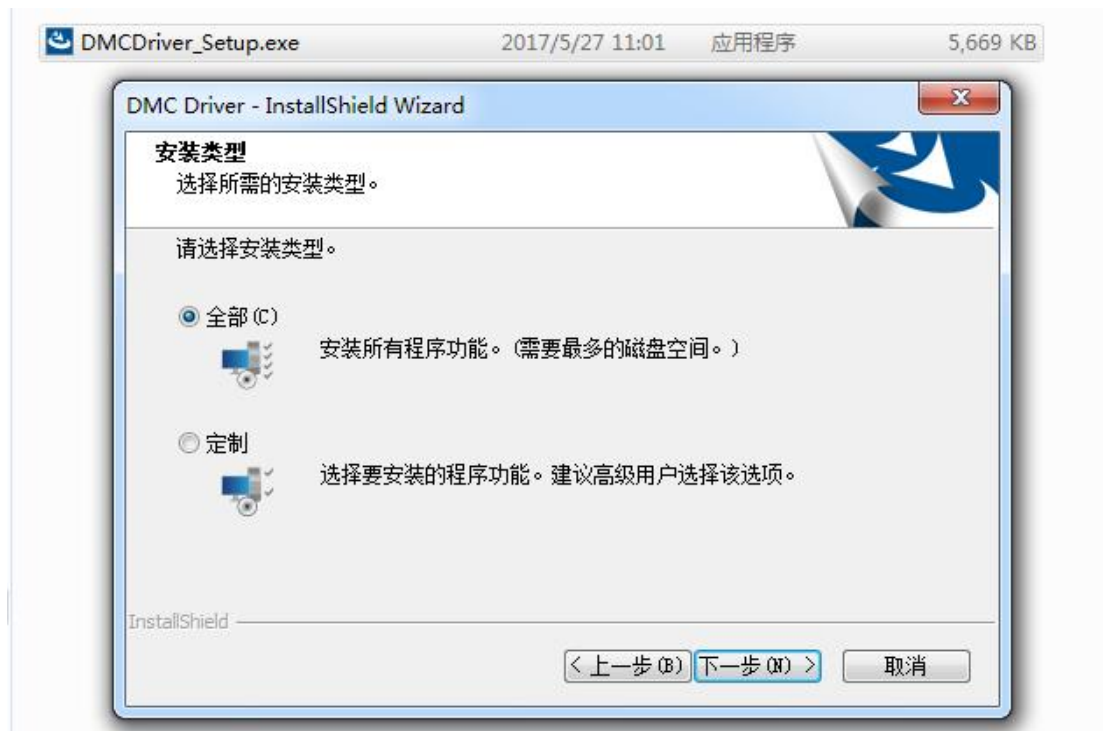

图 4.7 安装类型选择
3、如图 4.7 所示，请选择“全部”，然后点击“下一步”继续安装。